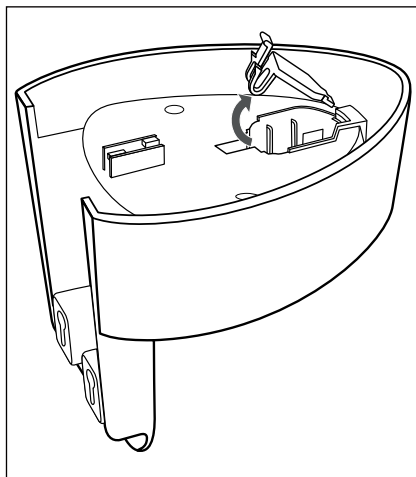

Fig. 1
- Sørg for at der ikke er strømledninger eller andre ledninger eller rør i væggen, hvor du vil bore huller til vægholderen ❸. Det er livsfarligt, hvis du borer i en strømførende ledning!
- 1) Sæt hulstikket ❺ til opladeren ❹ i vægholderen ❸ som vist på nedenstående tegning:
- Åbn den lille afdækning (fig. 1).